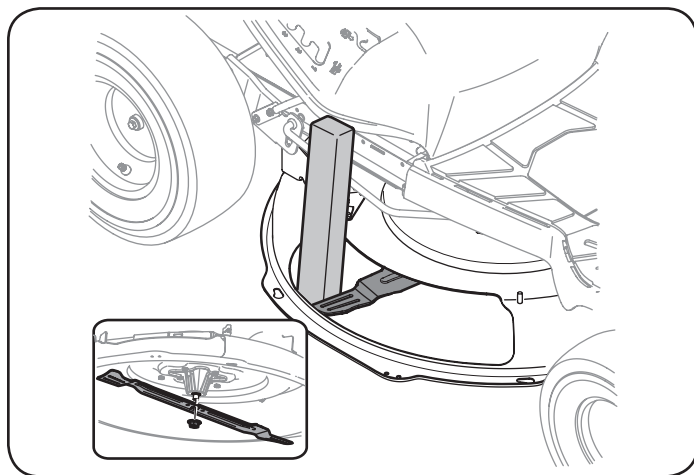

Figura 48
- Use un bloque de madera o un 2 x 4, insértelo dentro de la abertura de la plataforma y haga girar la cuchilla hasta que la madera haga cuña entre la abertura de la plataforma y la cuchilla de corte, como se indica en la Figura 48.